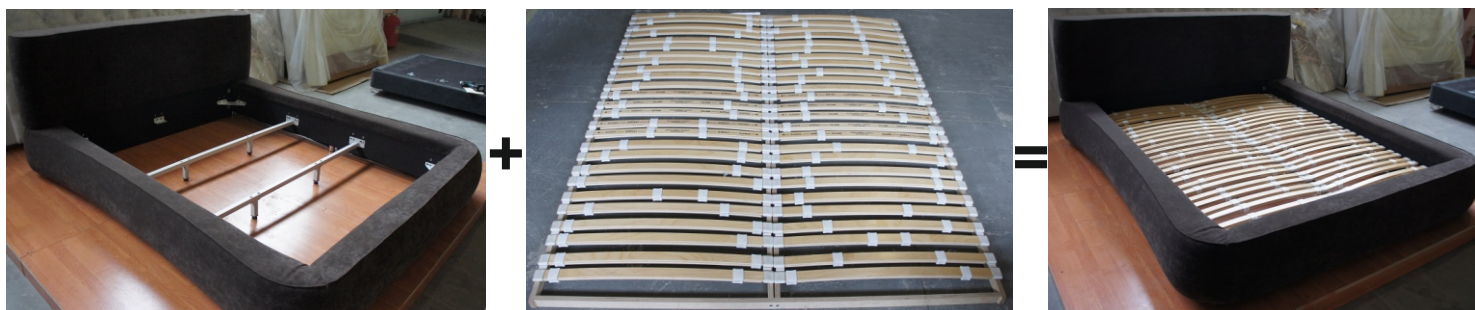

Рис. 9
8. Соберите кроватьное основание мультиламель (дет.6), пользуясь инструкцией по сборке для данного основания. Положите основание в кровать (рис. 9).